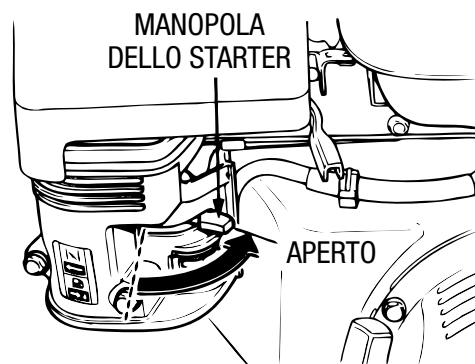

Figura 26. Manopola starter (posizione aperto)
7. Se si utilizza la sega SP2 a **basse temperature**, saltare questo passaggio e procedere con il passaggio 8. Posizionare la **manopola dello starter** (figura 26) nella posizione **APERTO**. Passare al passaggio 9.